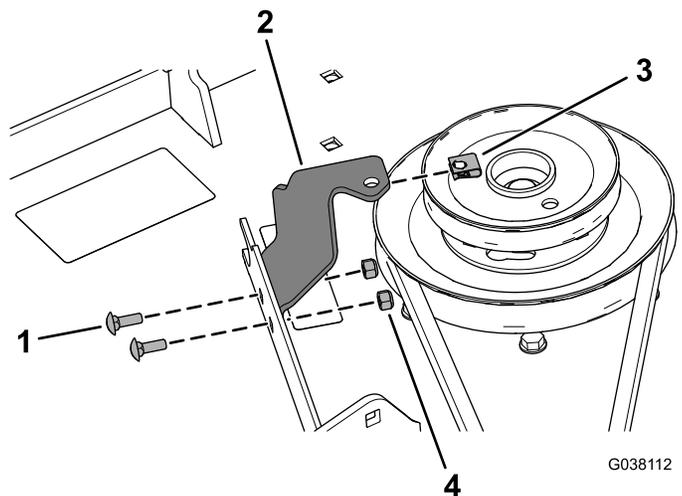

Figura 31
- 7. Montate la staffa del copricinghia sul piatto del tosaerba utilizzando 2 bulloni a testa tonda ($\frac{1}{4}$ " x $\frac{3}{4}$ " e 2 dadi di bloccaggio ($\frac{1}{4}$ " come illustrato nella Figura 31.
- 8. Montate la piastrina per vite autofilettante sulla staffa del copricinghia (Figura 31).